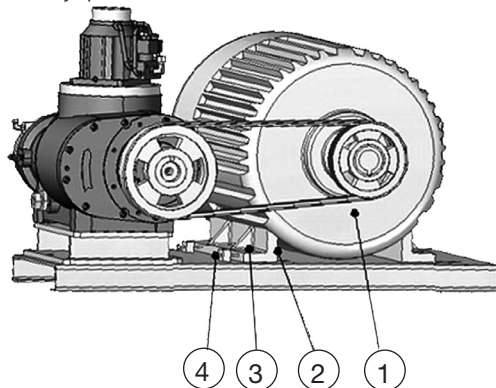

Рис. 10.1 Внутренние детали компрессора
**c.** Для регулировки натяжения ремня слегка ослабьте четыре крепежных болта под главным электродвигателем и поверните регулировочный винт для перемещения электродвигателя и натяжения клиновых ремней. После завершения регулировки затяните крепежные болты, удерживая электродвигатель. См. рис. 10.1.